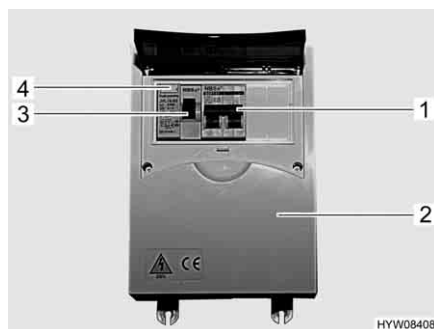

Fig. 45 Scatola dei fusibili a 230 V con interruttore di sicurezza e interruttore automatico FI
Un interruttore di sicurezza per correnti di guasto (interruttore automatico FI) (Fig. 45,3) nella scatola dei fusibili (Fig. 45,2) protegge l'intero veicolo da correnti di guasto (0,03 A).
L'interruttore di sicurezza collegato in serie (10 A) (Fig. 45,1) protegge le prese da 230 V, il frigorifero e la centralina elettrica.
- Se il veicolo è collegato all'alimentazione a 230 V, premere il tasto di controllo (Fig. 45,4). L'interruttore di sicurezza per correnti di guasto (FI) deve scattare.